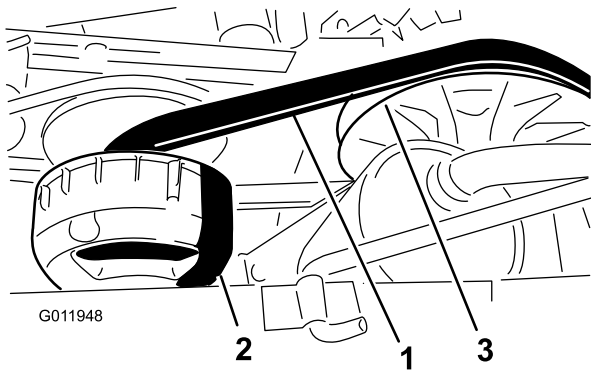

図 46
3. ベルト（図 46）を手で回転させながら磨耗や破損がないかを点検する。必要に応じてベルトを交換する。
1. 2次クラッチを回しながら2次クラッチ部分でベルトを外す（図 46）。
2. 1次クラッチからベルトを外す（図 46）。